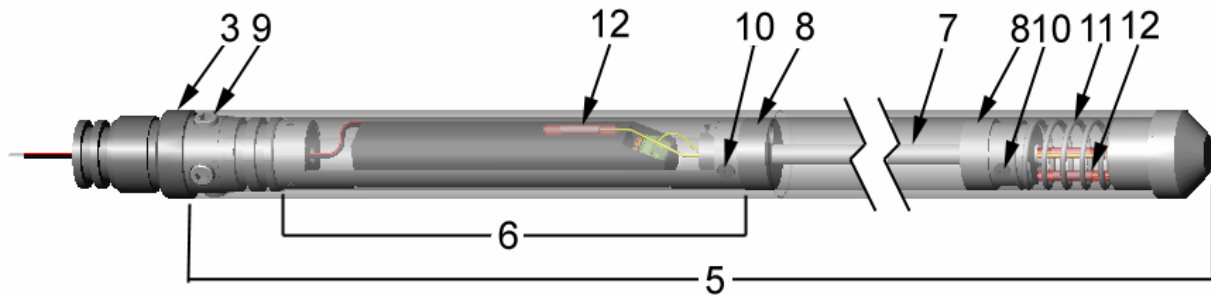

Figure 1 : Assemblage de l'outil de séparation pour masse-tige
1.1 Retirez tous les éléments non explosifs de leur emballage ; ceci inclut les éléments illustrés à la figure 1, les joints toriques et les vis d'assemblage.